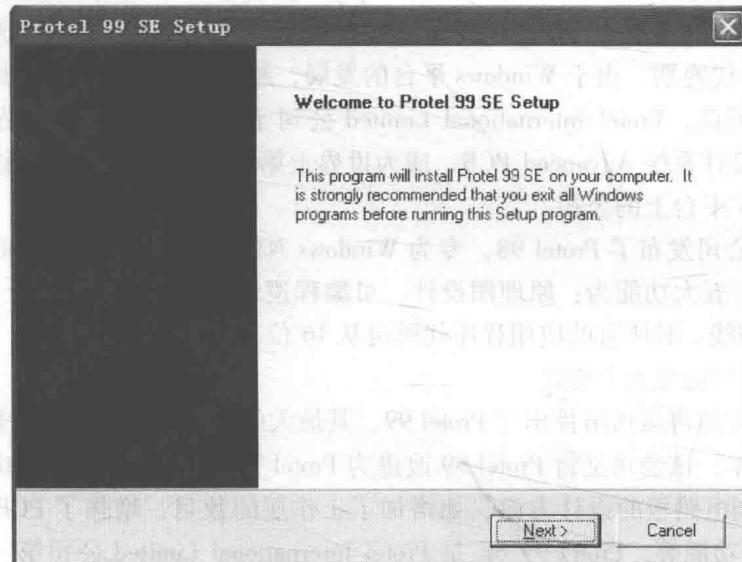

图 0-1 欢迎信息
2) 放入光盘, 出现欢迎信息如图 0-1 所示, 在此可以进行自动安装; 也可以在安装文件中找到“setup.exe”可执行文件, 双击进行安装, 也可出现图 0-1 所示界面。